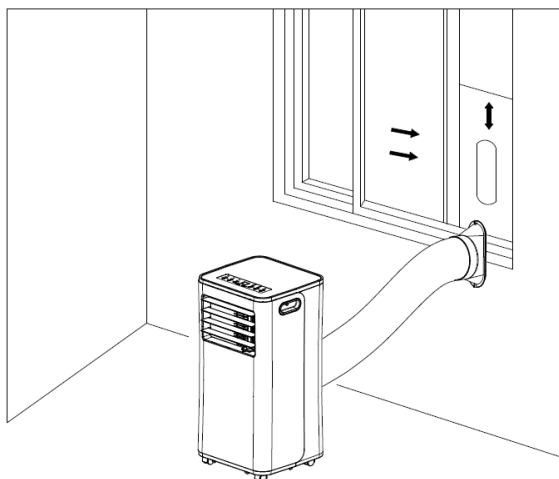
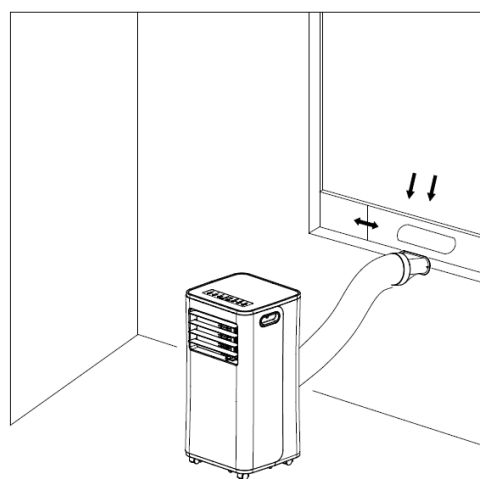

Fig.5
Fig.6
2) Allongez le tuyau d'échappement et enclenchez l'extrémité plate des joints du tuyau d'échappement dans le trou de l'assemblage de la plaque d'étanchéité de la fenêtre (comme indiqué sur la Fig.5 et la Fig.6).